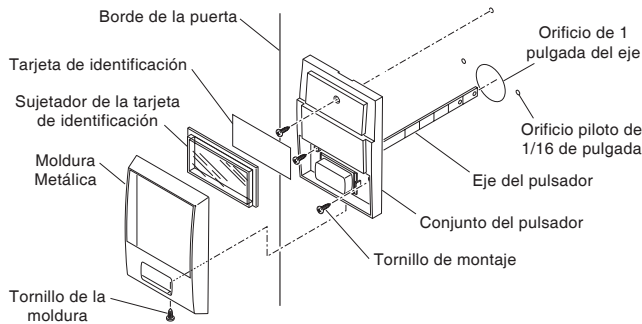

Figura 1 - Acople del conjunto pulsador a la puerta
- Usando la plantilla provista, marque la ubicación de los orificios de montaje paralelos al borde de la puerta (Vea la Figura 1). Nota: Es importante que los orificios están paralelos al borde de la puerta para que la campana funcione correctamente.
Vea en la figura 1 el ensamble del pulsador. Nota: Si al pulsador se lo ubica en un área expuesta a la lluvia, antes de acoplar el pulsador a la puerta, calafatee alrededor de los orificios de 1 pulgada.
- Retire del conjunto pulsador el tornillo de la moldura, la moldura metálica, el sujetador de la tarjeta de identificación y la tarjeta para ubicar los orificios de montaje (Vea la figura 1).
- Inserte el eje del pulsador en los orificios taladrados hasta que el conjunto pulsador tope con la cara de la puerta. Acople usando los tres tornillos de montaje provistos (Vea la figura 1).
- Coloque la moldura metálica sobre el conjunto pulsador y sobre el sujetador de la tarjeta de identificación. Asegure la moldura con el tornillo (Vea la figura 1).